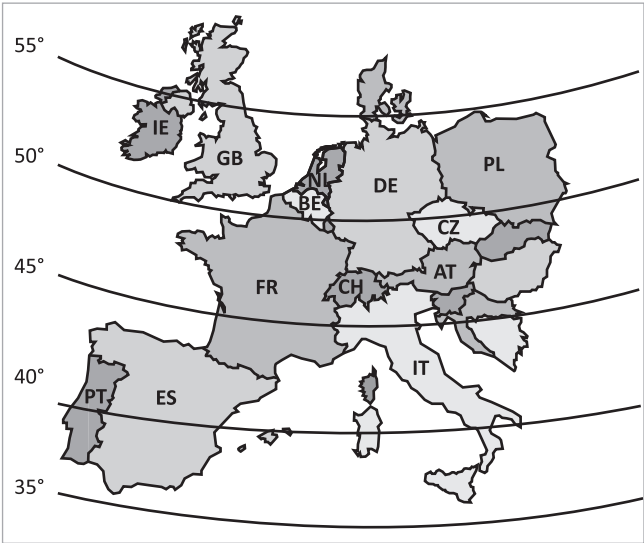

Abb. 4: Breitengrade in Europa
- Aus der → Abb. 4 lässt sich der Breitengrad des eigenen Standortes ablesen.